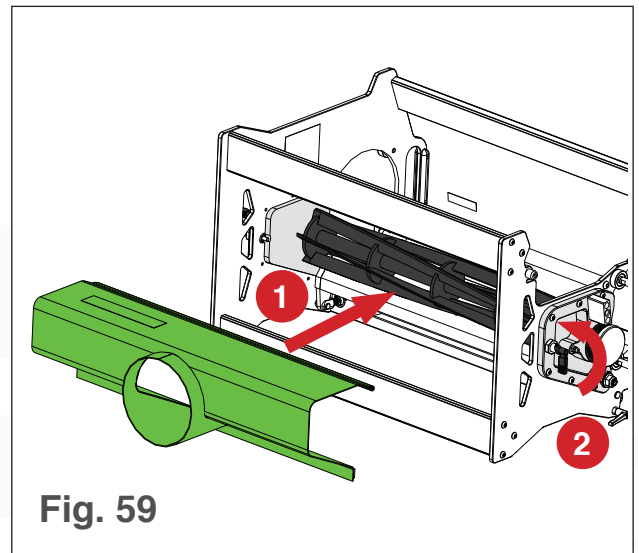

Fig. 59
4. Coloque la cubierta de la aspiradora debajo de las cuchillas y empújela hasta que esté completamente insertada (ver Fig. 59).
5. Gire los pasadores de bloqueo de la cubierta de la aspiradora para que salgan y sostengan la cubierta de la aspiradora (ver Fig. 59).